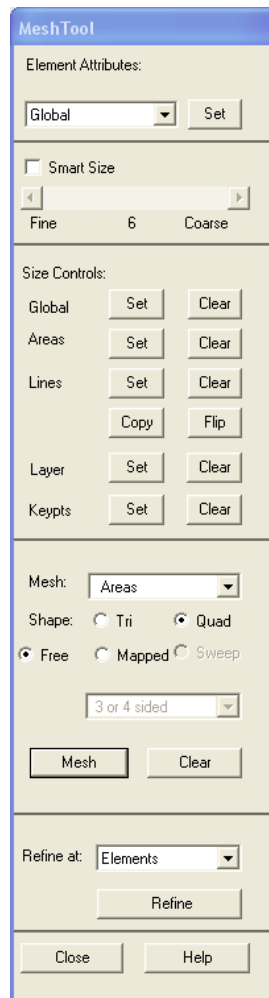
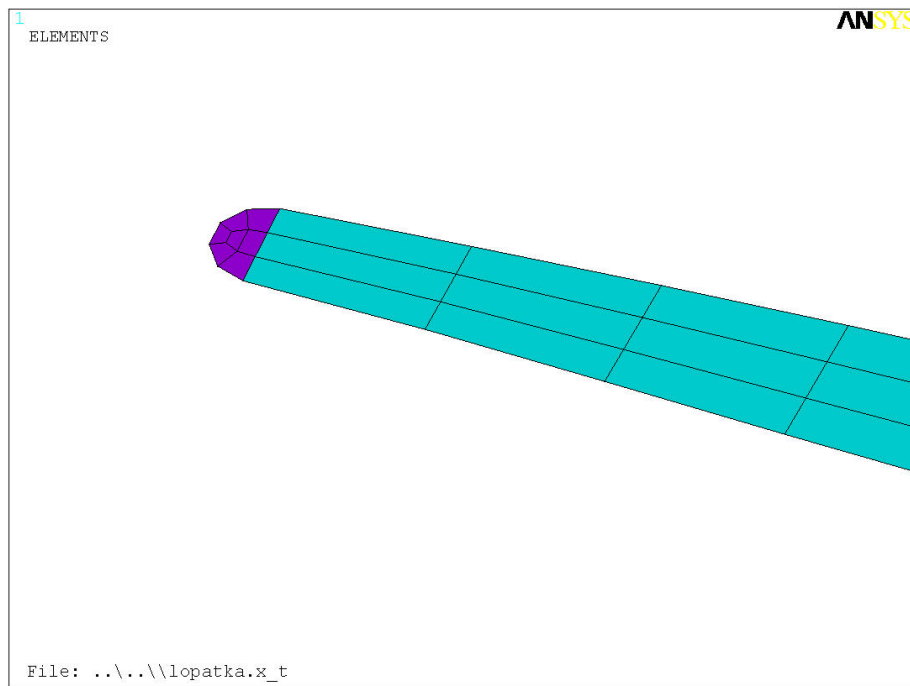

Рис.8.6 Окно меню задания свойств сетки
Рис. 8.7. Сетка на входной кромке периферийного сечения
- 14) Разбейте поверхности кромок периферийного сечения: В окне **MeshTool** (рис. 8.6) в графе **Mesh** поставьте **Areas**, в графе **Shape** поставьте квадратный тип кэ (**Quad**), сетка **Free** (рис. 8.7);